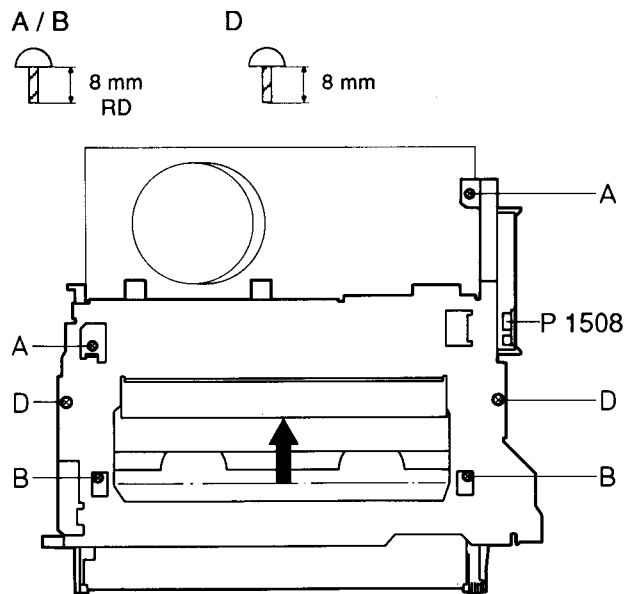
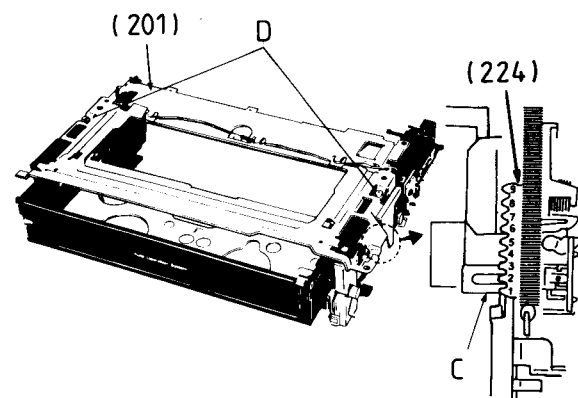
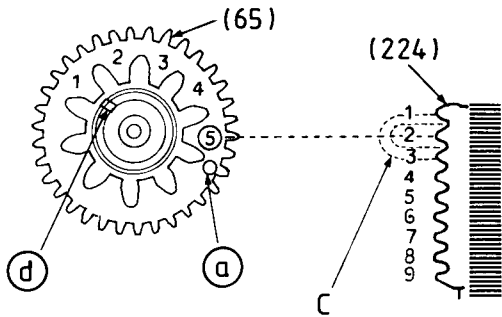

Fig. 3
Fig. 6
Fig. 7
- 2 Schrauben "A" herausdrehen (Fig. 3).
- Cassettenschacht durch Drehen des Capstanrotors (133) im Uhrzeigersinn soweit bewegen, bis die 2 Schrauben "B" entfernt werden können.
- Cassettenschacht soweit verschieben, bis der 2. Zahn der Zahnstange (224) über dem rechtwinkligen Loch "C" liegt (Fig. 6).
- Gegebenenfalls 2 Schrauben "D" herausdrehen und Abdeckplatte (201) entfernen, sodaß die Zahnstange (224) und das Zwischenrad (65) beim Einbau zu sehen sind.
- Cassettenschacht so in das Laufwerk einsetzen, daß der 2. Zahn der Zahnstange (224) in der 5. Zahnücke des Zwischenrades (65) eingreift (Fig. 7). Gegebenenfalls Cassettenschacht geringfügig verschieben.
- Abdeckplatte (201) montieren und die 6 Schrauben in der Reihenfolge "D", "A", "B" eindrehen (Fig. 3, Fig. 6)
- Remove the 2 screws "A" (Fig. 3).
- Rotate the capstan rotor (133) to move the cassette compartment so that it is possible to remove the 2 screws "B".
- Move the cassette compartment so that the 2nd tooth of the toothed rack (224) is positioned over the right angled hole "C" (Fig. 6).
- If necessary, remove the 2 screws "D" and remove the top plate (201) so that the toothed rack (224) and the intermediate gear (65) can be seen during assembly.
- Insert the cassette compartment into the mechanics so that the 2nd tooth of the toothed rack (224) engages with the 5th tooth space of the intermediate gear (65) (Fig. 7). If necessary move the cassette by a small amount.
- Fit the top plate (201) and tighten the 6 screws in the sequence "D", "A", "B" (Fig.3, Fig.6).